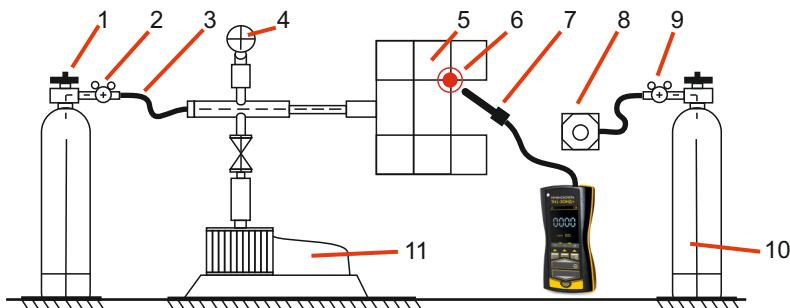

Рис. 5. Схема установки для контроля способом атмосферного щупа с помощью звуко-резонансного течеискателя:
5.2.2. Схема установки для контроля способом атмосферного щупа приведена на рис. 5